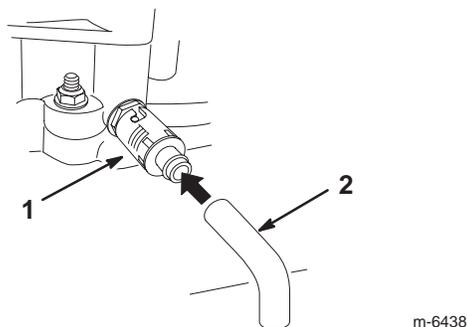

Bild 19
9. Drehen Sie die Ölablassschraube, damit das Öl herauslaufen kann (Bild 19).
11. Nehmen Sie den Ablassschlauch ab (Bild 19).